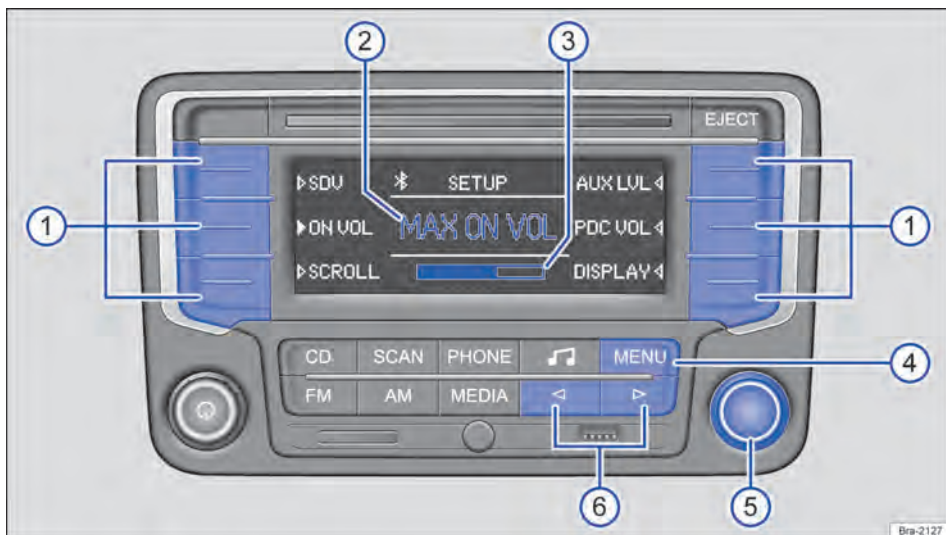

Fig. 139 Menu SETUP: definir o volume inicial.
- Pressionar o botão do aparelho **MENU** a partir de qualquer menu → Fig. 139 ④.
- Pressionar os botões de função para abrir o respectivo menu de ajuste → Fig. 139 ①.
- Girar botão de ajuste para alterar o ajuste atual → Fig. 139 ⑤.
- **OU:** pressionar brevemente o botão do aparelho **◀** ou **▶** para alterar o ajuste atual → Fig. 139 ⑥.
- **OU:** botão do aparelho é pressionado brevemente **MENU** → Fig. 139 ④.
→ Fig. 139 ② e, abaixo disso, a barra de volume
→ Fig. 139 ③.